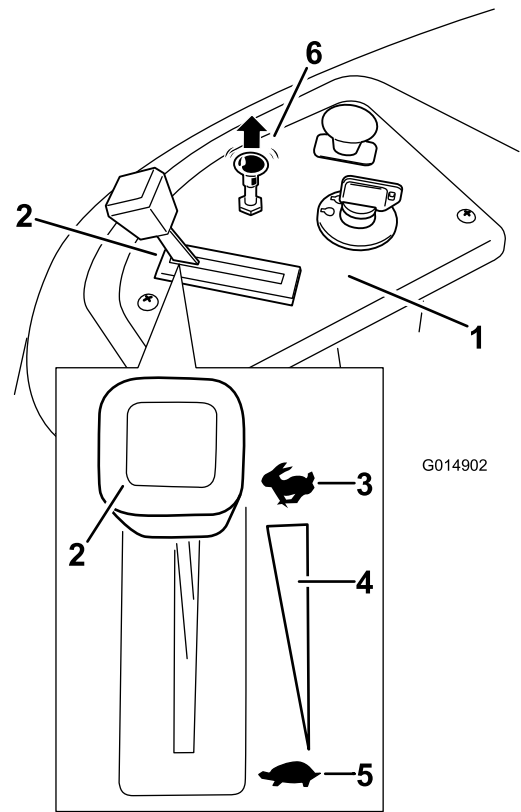

Figura 13
3. Si el motor está frío, tire hacia arriba del control del estárter (Figura 13).
2. Mueva la palanca del acelerador a la posición de Rápido (Figura 13).